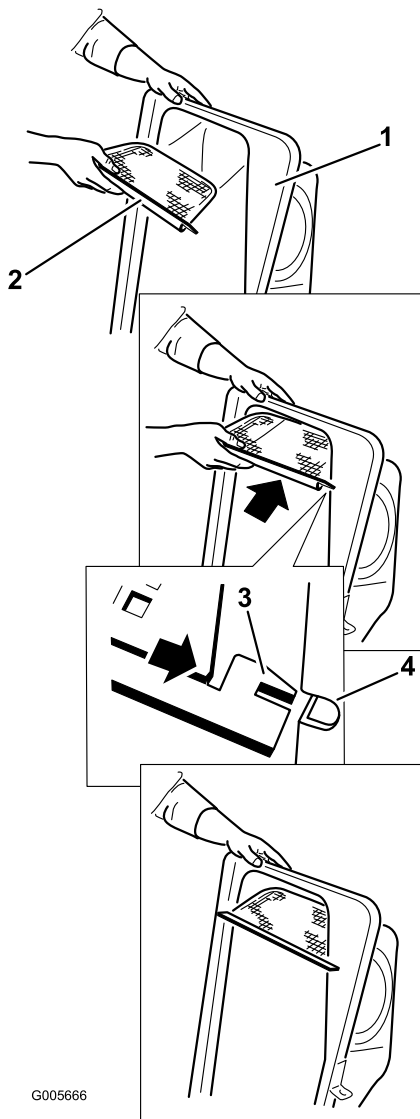

Figura 14
- Montate la griglia come illustrato nella Figura 14 e verificate che sia inclinata verso i cestini di raccolta.